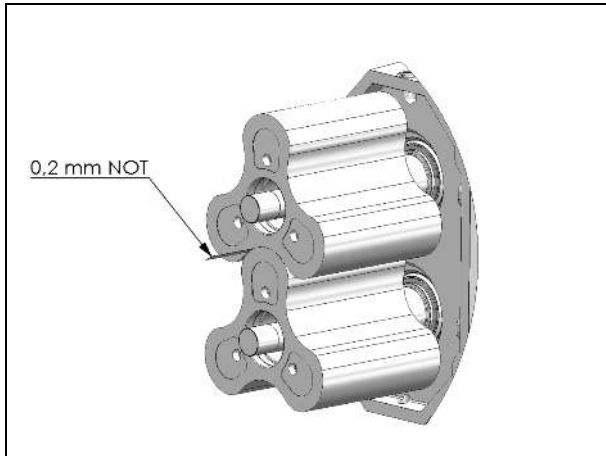

Fig. 16-15. Controllo per lobi in fase.
16. Posizionare pompa orizzontale (Fig. 16-15) fissando i piedi del supporto alberi (P. 3) su una superficie piana;
17. Verificare che uno spessore di 0,2mm non passi fra i lobi in tutte le posizioni (Fig. 16-15);